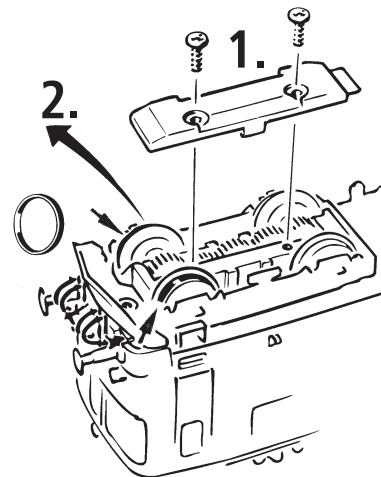

Fig. 4
1. Reinigung der Radstromkontakte: Radstromkontakte können auf unsauberen Schienen leicht verschmutzen. Entfernen Sie **vorsichtig** mit einem kleinen Pinsel **den Schmutz** an den in Fig. 4 gekennzeichneten Stellen.
1. Cleaning of wheel contacts: Wheel contacts easily get dirty on tracks which are not entirely clean. Use a small brush to **remove dirt** from spots marked in fig. 4.